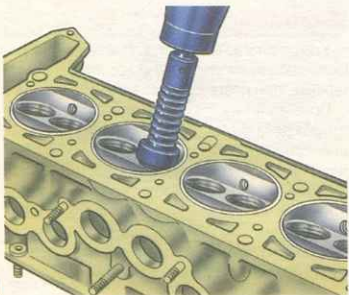

Рис. 3.45. Шлифование рабочей фаски седла клапана
– наденьте на направляющий стержень А.94059 пружину А.94069/5, установите на шпindelь А.94069 конический круг А.94078 для седел впускных клапанов или круг А.94100 для седел впускных клапанов, закрепите шпindelь в шлифовальной машинке и шлифуйте седло клапана (рис. 3.45).